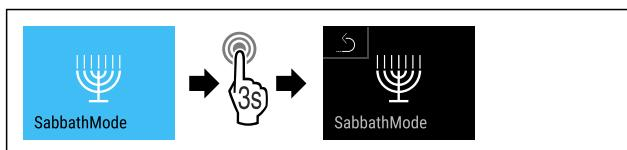

Fig. 13
- Изпълнете стъпките (вж Fig. 13).